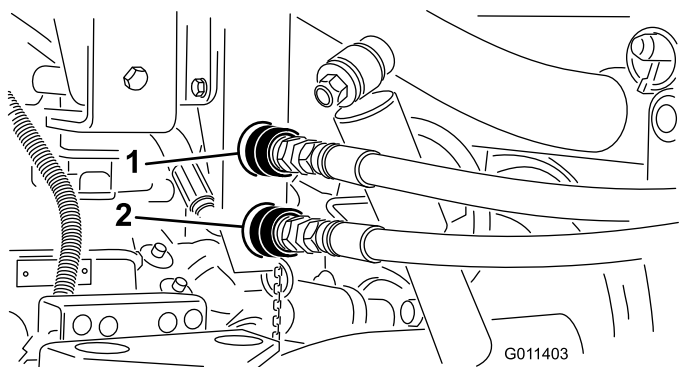

Figura 18
1. Limpie la suciedad que haya en los acoplamientos rápidos de los manguitos de la receptadora (Figura 18).
**Nota:** Los acoplamientos mostrados en Figura 18 son de los vehículos con número de serie 239999999 y anteriores.